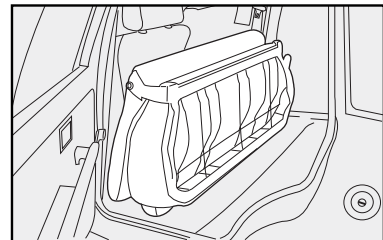

fig. 69
4) Incline hacia adelante el asiento trasero completo de manera que se obtenga una superficie de carga única fig. 69.